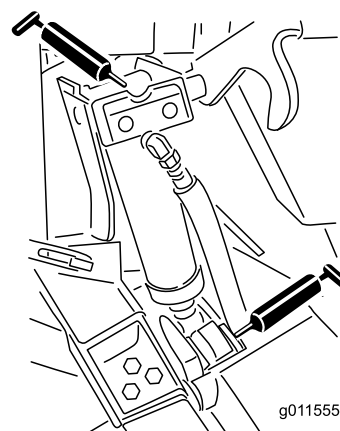

Figura 85
- 4 boccole del cilindro di sollevamento (Figura 85)